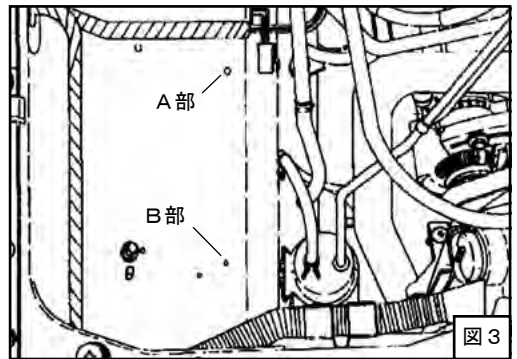

図3
- (1) 図3のA部にACV本体を取付けてください。
- (2) 図3のB部にエアクリーナステ어를仮付けしてください。